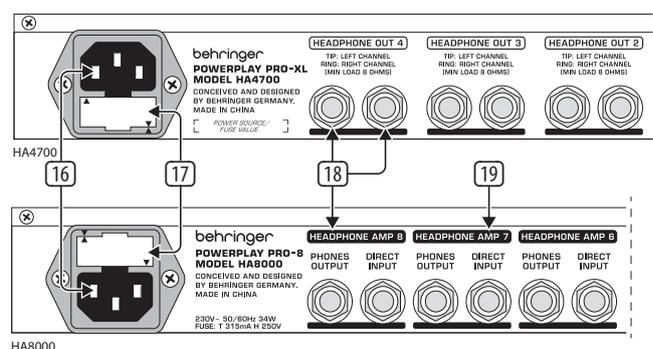

Fig. 2.3: Ligação à rede eléctrica, porta-fusíveis e saídas para auscultadores
- 1 A tomada DIRECT IN serve para aduzir fontes de sinal estéreo adicionais. No HA4700 o sinal aduzido através da tomada DIRECT IN é equivalente ao sinal MAIN. O HA8000 dispõe de uma tomada DIRECT INPUT separada (19) para cada canal (ver fig. 2.3). Neste modelo o sinal MAIN alimentado é automaticamente interrompido sempre que esta entrada é ocupada.